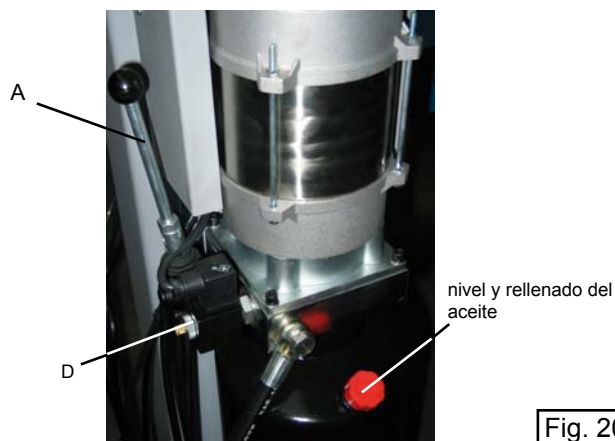

Fig. 20
- Si el puente está en posición de estacionamiento, los seguros quedan activados. Las sucesivas operaciones se podrán efectuar sólo con la bomba manual de emergencia (A), no abastecida de serie, cuyo accionamiento permite elevar el puente para liberar los seguros mecánicos.
- Para elevar los trinquetes de manera manual, hay que presionar y mantener presionado el pulsador E colocado en la electroválvula neumática (fig. 20)